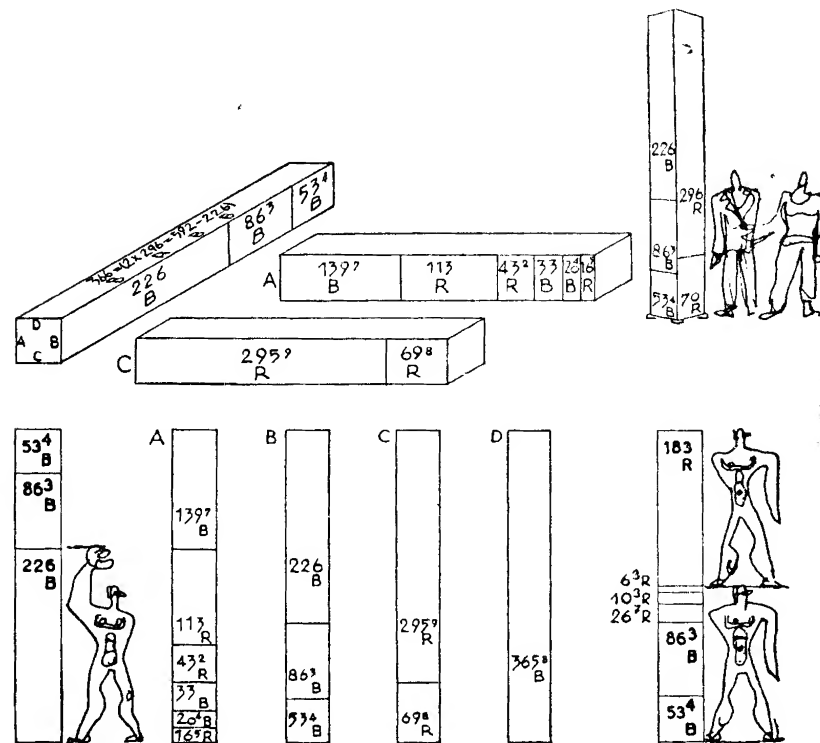

FIG. 54
f) ESTELA DE LAS MEDIDAS, FIG. 54.